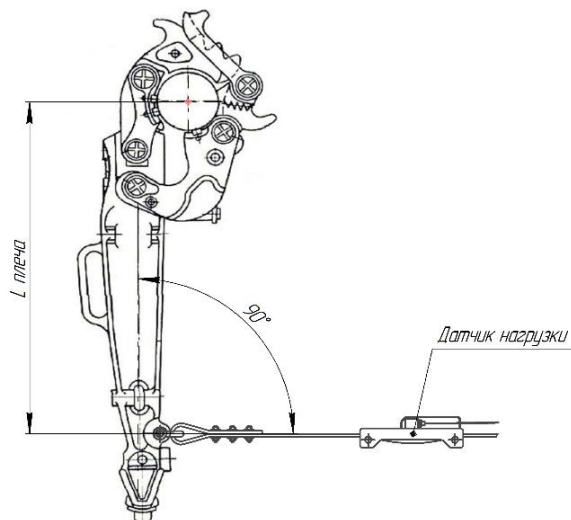

Рисунок 7. Схема установки на канате подвешенного механического ключа
Для определения момента свинчивания труб ДН-130 монтируется на рабочий (удерживающий) канат подвешенного ключа. Момент определяется, как произведение усилия (нагрузки), в стальном канате и длины плеча. Длина плеча — это расстояние от точки крепления стального каната на гидроключе (ключе УМК) до геометрической оси свинчиваемых труб, при этом угол между осью стального каната и осью симметрии корпуса гидроключа должен быть прямым (см. рисунок 7). Ось стального каната при этом должна лежать в плоскости перпендикулярной оси свинчиваемых труб.
- в параметре **«КОЭФФ»** введите коэффициент пересчета равный длине плеча ключа (см. рисунок 7).